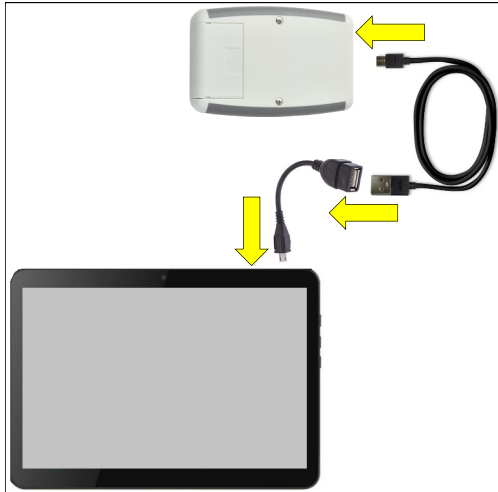

Figura 9
- Collegare la porta Micro USB del Dongle con il cavo OTG (non fornito) alla porta Micro USB del tablet (figura 9) oppure